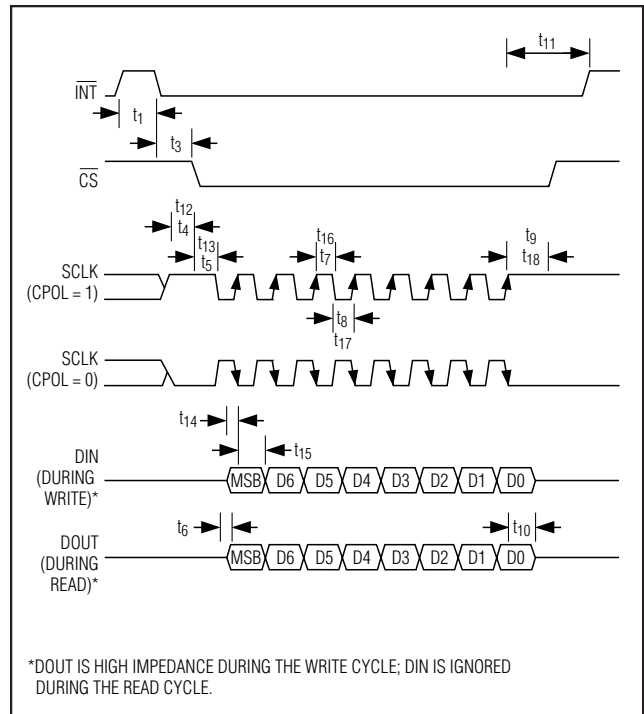

図4. シリアルインタフェースのタイミング
**Note 22:** See Figure 4.
シリアルインタフェースは、 $\bar{CS}$ 、SCLK、DIN、DOUT及びINTの5つの信号からなっています。SCLKのクロックパルスがビットをDINにシフトインし、DOUTからシフトアウトします。INTはデータの準備ができたことを知らせます。 $\bar{CS}$ はデバイスのチップセレクト入力であると同時に、クロック極性選択入力となっています(図4)。